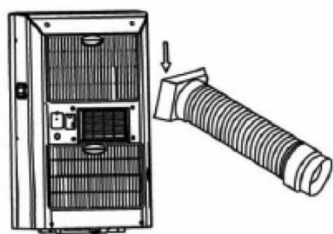

Fig.12
1. Instale el tubo de Escape flexible como se muestra en Fig.12 & 13.